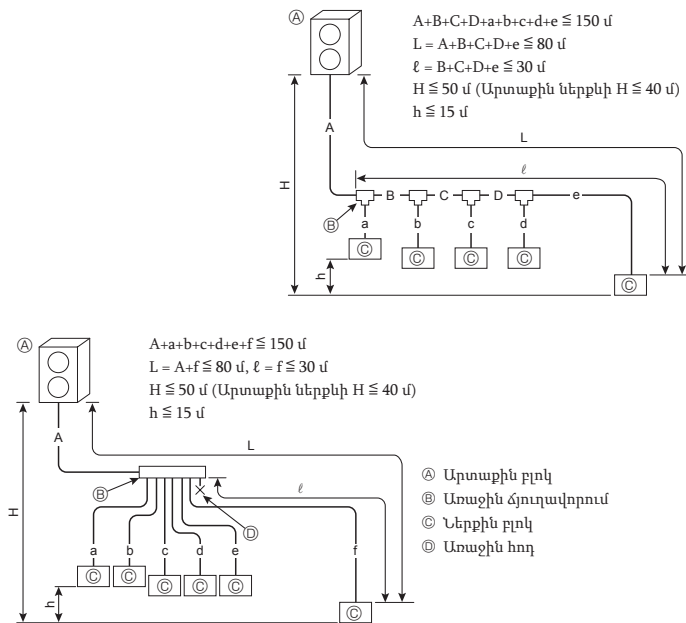

Fig. 4-1
4.1.1. Միացում առանց ճյուղավորիչ տուփի (Fig. 4-1)